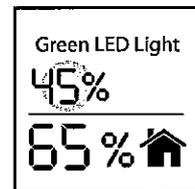

Fig. 22
- Une fois le taux d'humidité désiré atteint, la DEL verte de l'afficheur s'allumera. L'appareil continuera à purifier l'air mais cessera de l'humidifier jusqu'à ce que le degré d'humidité actuel soit inférieur au niveau choisi. Les disques s'arrêteront de tourner mais le ventilateur et le filtre continueront à remplir leurs fonctions (fig. 22).